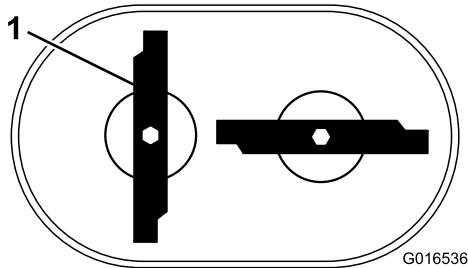

Figura 43
**Nota:** As lâminas devem estar perpendiculares, formando um "T" invertido como se mostra na Figura 43.